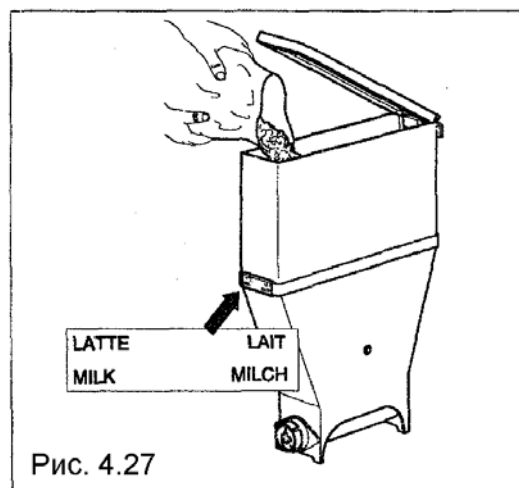

Рис. 4.27
- Откройте крышку каждого контейнера и загрузите продукт в соответствии с наименованием, указанным на этикетке (рис. 4.27)